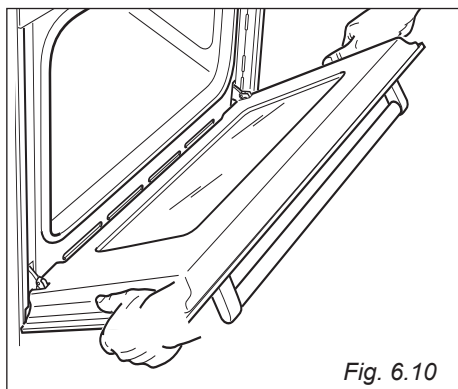

Fig. 6.10
- Impugnare la porta come illustrato in fig. 6.10.